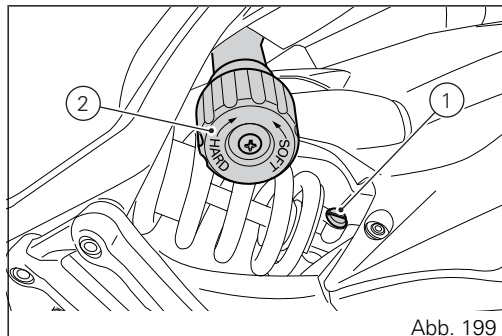

Abb. 199
Das Einstellelement (1, Abb. 199) an der unteren Befestigung des Federbeins an der Schwinge reguliert die hydraulische Dämpfung in der Zugstufe (Rücklauf).
Der Knauf (2, Abb. 199), auf der linken Motorradseite, ist für die Vorspannung der externen Feder des Federbeins zuständig.
Über die Öffnung im Batteriehalter kann die Einstellschraube (3) betätigt werden. Durch Drehen der Einstellschrauben (1, Abb. 199) und (3) oder des Knaufs (2, Abb. 199) im Uhrzeigersinn wird die Dämpfung oder die Vorspannung erhöht, gegen den Uhrzeigersinn hingegen wird sie verringert.